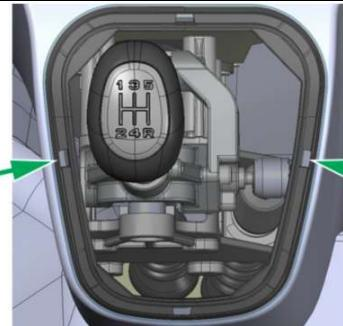

Рис. 23
3.1	<p>Поочередно вывести из зацепления с консолью панели приборов боковые фиксаторы рамки, надавливая на боковые грани рамки, и потянуть рамку на себя. (Рис. 23)</p> <p>Не допускается применение инструмента, в т.ч. пластиковых лопаток, во избежание повреждения чехла.</p>